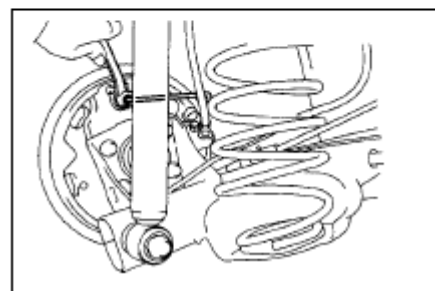

Рис. 300
(1) Отсоедините с помощью специального инструмента трубку подачи тормозной жидкости, соберите вытекающую тормозную жидкость и отправьте ее на утилизацию
(2) Открутите болт и снимите тормозной цилиндр. (рис. 300)